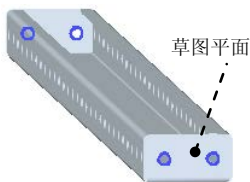

图 8.13.164 法向除料特征 31
① 定义阵列类型。在“阵列”命令条  后的下拉列表中选择  固定。
② 定义阵列参数。在“阵列”命令条  后的文本框中输入阵列个数为 30，输入间距为 25；在“阵列”命令条  后的文本框中输入阵列个数为 1；单击右键确定。
③ 单击  按钮，退出草绘环境。
(5) 单击  按钮，完成特征的创建。
Step13. 创建图 8.13.164 所示法向除料特征 31。
(1) 选择命令。在“主页”功能选项卡“钣金”工具栏中单击  按钮，选择  法向除料命令。
(2) 定义特征的截面草图。
① 选取草图平面。选取图 8.13.164 所示的模型表面为草图平面。